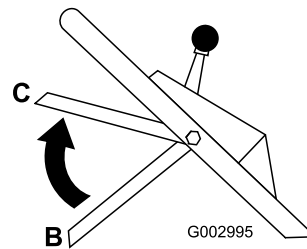

Figura 18
3. Levante la barra de control hasta la posición central, unos 12,7 cm por debajo del travesaño del manillar (Posición C en Figura 18).
4. Sulte la barra de control de la cuchilla (Posición B en Figura 18).